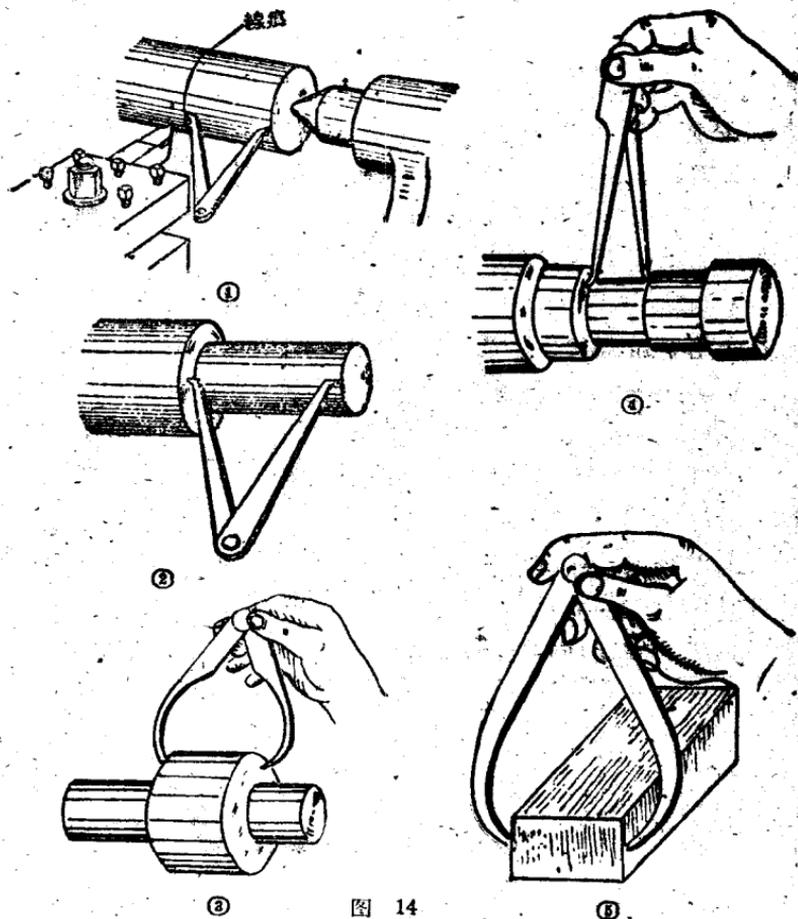

图 14
(5) 长度、宽度和厚度的测量方法：测量时如图14所示。图中①是用内卡钳确定切断、切槽和车台阶的位置；图②是用内卡钳测量台阶的长度；图③和④是用外卡和内卡测量台阶和槽的宽度；图⑤是用外卡钳测量工件的厚度。